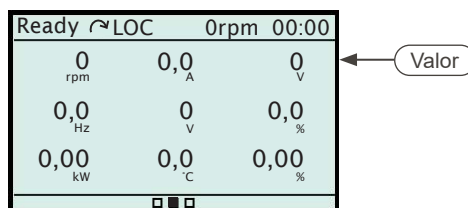

Figura 4.13: Visualización en Slot
- **Slot:** El display de la HMI está dividida en 9 partes y cada parte es llamada de Slot, permitiendo la exhibición de variables de lectura en el formato **valor**. La Figura 4.13 en la página 78 presenta un ejemplo de exhibición.